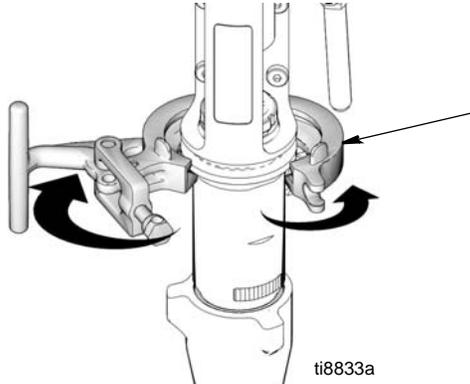

FIG. 18
8. (Fig. 18) Ouvrir le collier de serrage (247).